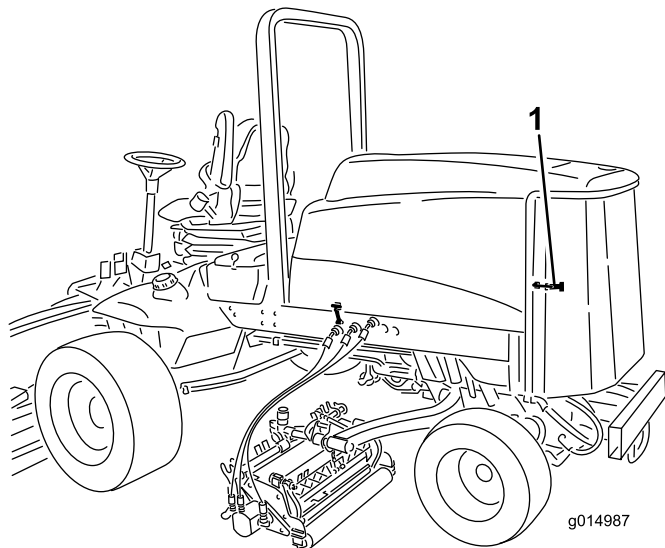

Figura 74
1. Sbloccate la griglia posteriore ed apritela (Figura 74). Ripulite accuratamente la griglia da tutti i detriti.